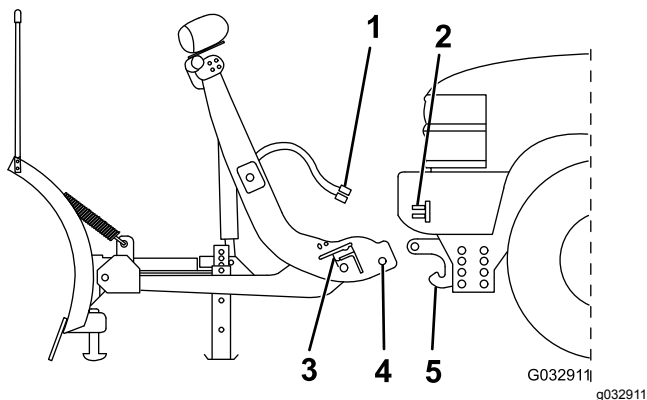

Figure 28
3. Conduisez le véhicule devant le chasse-neige et avancez jusqu'à ce que la goupille inférieure rencontre le récepteur de goupille de la barre de poussée (Figure 28).
5. Retirez les chapeaux de protection des connecteurs électriques et branchez le faisceau du chasse-neige au faisceau du véhicule (Figure 28).